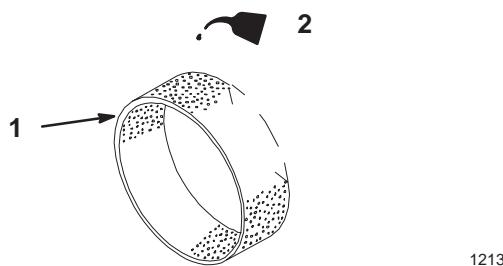

Abbildung 18
- C. Etwas Öl auf den Einsatz geben (Abb. 18). Den Einsatz drücken, um das Öl zu verteilen.